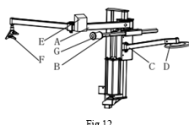

Fig 12
4. Installez séparément le bras rotatif (A), le bras horizontal hexagonal (B) et le support du rouleau de levage des pneus (C) sur le démonte-pneu ; (Fig. 12)
5. Installez séparément le rouleau de levage du pneu (D), l'interrupteur (E), la tête de pression du pneu (F) et le rouleau de pression du pneu (G) sur le démonte-pneu ; (Fig. 12)
La Fig. 12 montre les pièces fonctionnelles du dispositif 006 :